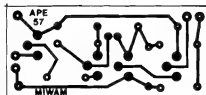

Fig.2
**FIG. 2 - O LAY OUT(INHO) DO CIRCUITO IMPRESSO ESPECÍFICO...** - A plaquinha é, como convém a algo com intenções declaradas de miniaturização, um "biquinho de nada", conforme o Leitor/Hobbysta pode ver da figura, que se encontra em escala 1:1 para facilitar a "copiaagem" direta... O reduzido número de componentes permitiu a desejada compactação, sem ter que "congestionar" muito as peças, pelo lado não cobreado. De qualquer modo, tanto o desenho (cópia), quanto a traçagem, corrosão, lavagem, furação e limpeza final, ficam obviamente facilitados pela "pequenez" do **lay out**... Aos que ainda não têm muita prática, recomendamos seguir os conselhos contidos nas **INSTRUÇÕES GERAIS PARA AS MONTAGENS...** Os que estão "chegando agora" à terna, terão que